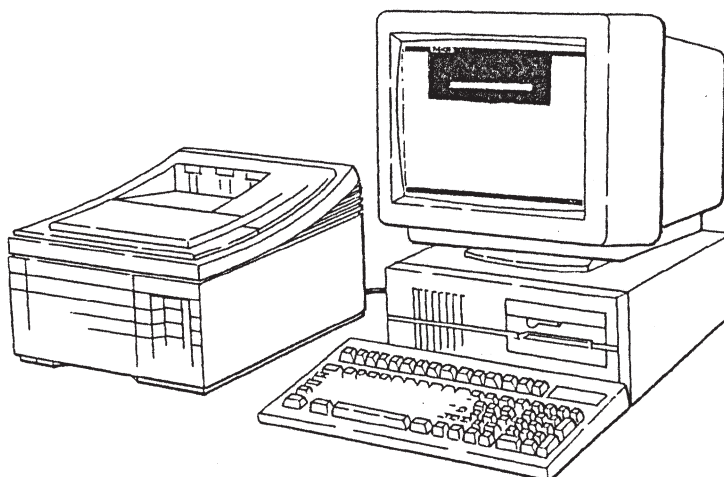

Figure 80. Imprimer à l'aide d'un PC
1. Transférer les données du CDS vers un PC à l'aide du logiciel CdsCom ou CdsView, et imprimer le rapport avec l'imprimante connectée au PC, voir figure 80.